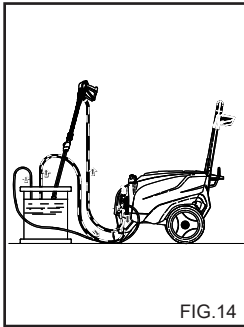

FIG.14
ОПЕРАЦИИ ПРИ ИСПОЛЬЗОВАНИИ АНТИФРИЗА (fig. 14)
2) Отвинтите пробку с щупом контроля уровня (fig.14).